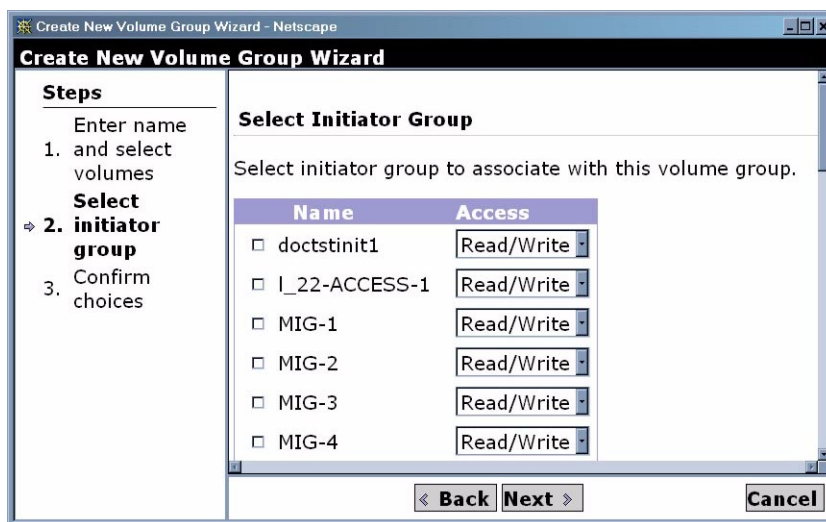

図 6-17 ボリュームグループの新規作成ウィザード - 「イニシエータグループの選択」ページ
9. 「次へ」をクリックします。図 6-17 に示すような「イニシエータグループの選択」ページが表示されます。